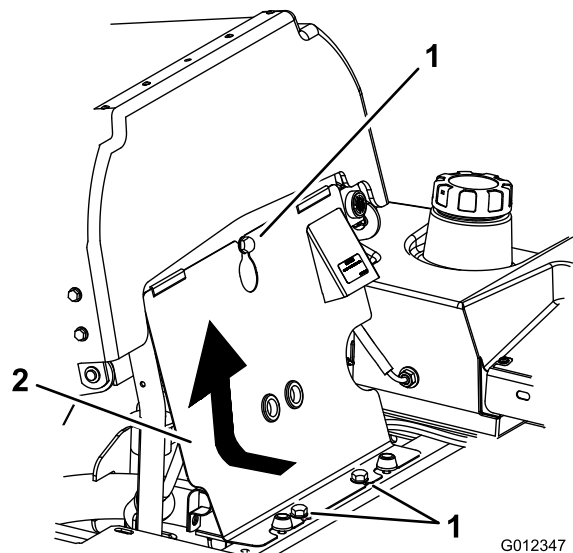

Bild 72
3. Kippen Sie den Sitz nach vorne, lösen Sie die Schrauben und entfernen Sie die vordere Motorverkleidung (**Bild 72**).